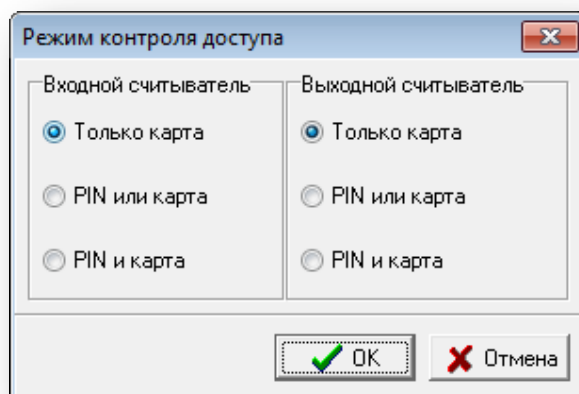

Рисунок 6.15
- Нажатие кнопки «Контроль доступа» открывает окно «Режим контроля доступа» (Рисунок 6.15), в котором следует установить режим прохода для входного и выходного считывателей. Соответственно, идентификация может проводиться: